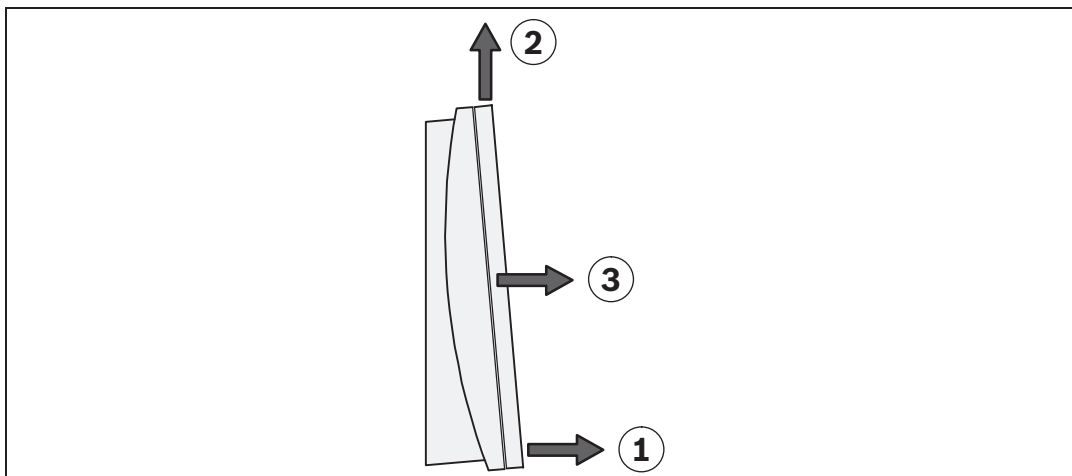

Рисунок 4.3: Снятие передней панели
4. Ослабьте винты корпуса и снимите переднюю панель (см. Рисунок 4.3):
- Поверните крышку в нижней части примерно на 1 см вперед (1).
- Немного приподнимите крышку вверх (2).
- Потяните крышку (3).